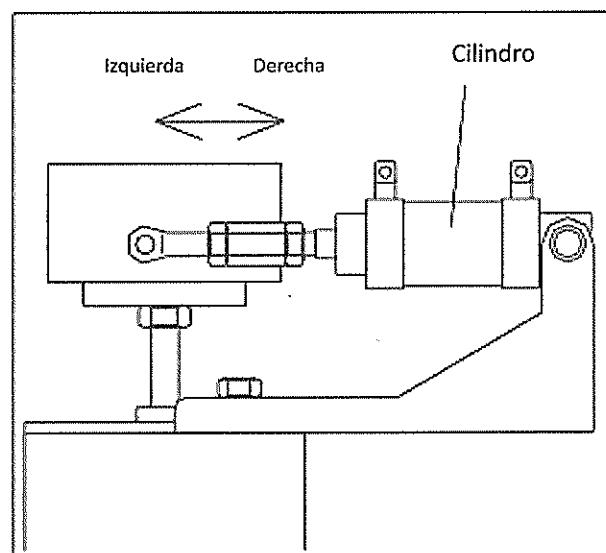

Figura 5-4
7. Verificación del cilindro oscilante: Use la válvula de control para ajustar la longitud de la expansión del husillo del cilindro. Si no hay cambio ninguno, por favor cambie el cilindro de vapor (Figura 5-4).